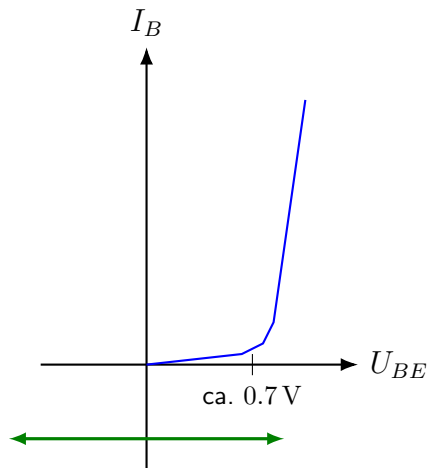

Bild 4: Eingangskennlinie eines Transistors
Dazu schauen wir uns einmal die sog. **Eingangskennlinie** des Transistors an, welche in Bild 4 dargestellt ist. Der Übergang von der Basis zum Emitter ist im Prinzip ja eine normale Diode, und genauso verhält sich der Transistor auch. Wenn wir jetzt das Wechselspannungssignal direkt auf die Basis des Transistors geben, dann liegt die Spannung an der Basis in einem Bereich, in dem der **Transistor nicht vernünftig arbeiten** kann. In Bild 4 ist die Eingangsspannung durch den grünen Doppelpfeil dargestellt.
Wenn jetzt aber U_{R_5} größer wird und U_B ungefähr gleich bleibt – wir geben ja eine relativ kleines Wechselspannungssignal auf die Basis – bleibt nach Gleichung (1) nur die Möglichkeit übrig, dass sich die Basis-Emitterspannung verringert. Dadurch rutscht der Arbeitspunkt auf der Kennlinie nach Bild 4 ein wenig nach unten, wodurch der Basisstrom wieder geringer wird.